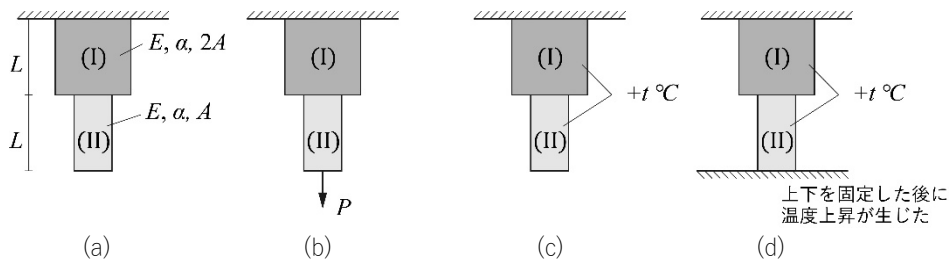

図 1
1. 図 1(a)に示すように、長さ L 、弾性係数 E 、および線膨張係数 α が等しい、断面積の異なる 2 本の棒部材 I および II を、図心が一致するように縦方向に直列接続し、上端を天井に固定して吊り下げた状態を考える。このとき、以下の間に答えよ。ただし、棒部材 I および II の断面積はそれぞれ $2A$ と A である。
- (1) 図 1 (b)に示すように棒部材 I の図心に鉛直下向きに集中荷重 P が作用するとき、棒部材 I および II に作用する応力 σ_{I} および σ_{II} を図 1 (a)に示す変数を用いて答えよ。ただし、引張を正とする。
- (2) 問(1)において棒部材全体の伸び（棒部材 I と II の伸びの和） ΔL を答えよ。
- (3) 図 1(c)に示すように棒部材 I および II が $t^{\circ}\text{C}$ の温度上昇があったとき、棒部材全体の伸び ΔL_t を答えよ。ただし、図 1 (b)に示す集中荷重 P は作用していないことに留意せよ。
- (4) 図 1(d)に示すように、棒部材 I と II の上下を固定した状態で、棒部材 I および II が $t^{\circ}\text{C}$ の温度上昇があったとき、棒部材 I および II に作用する応力 σ_{tI} および σ_{tII} を答えよ。ただし、引張を正とする。